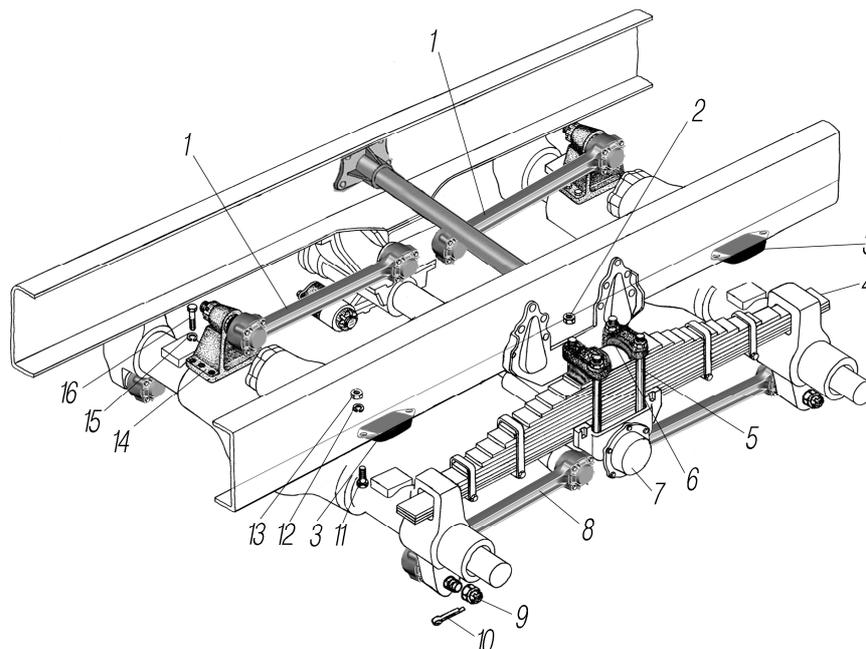

Рисунок 3.8
*⁴ См. рисунок 3.8
See figure 3.8